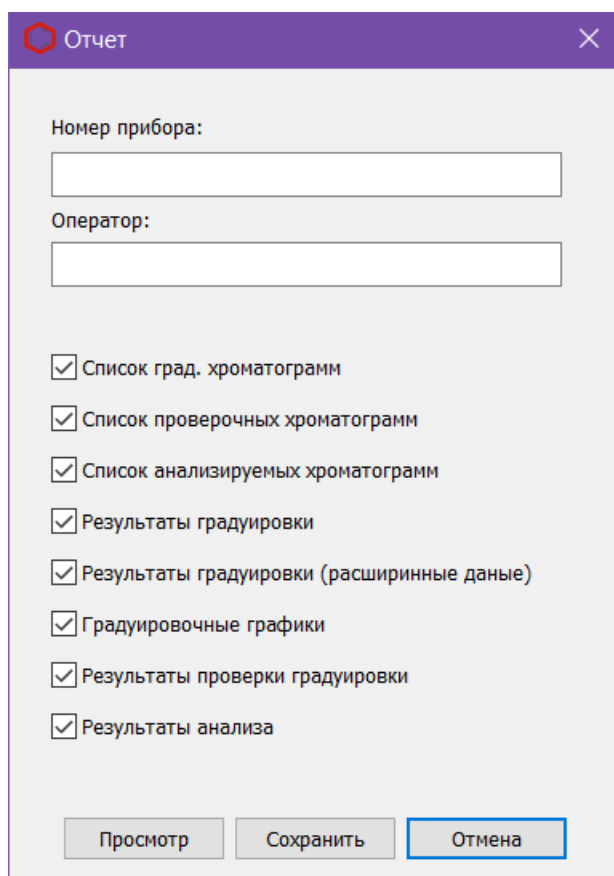

Рис. 8: Окно «Отчёт»
1. В основном окне программы нажмите **Отчёт**. Откроется окно *Отчёт* (Рис. 8).